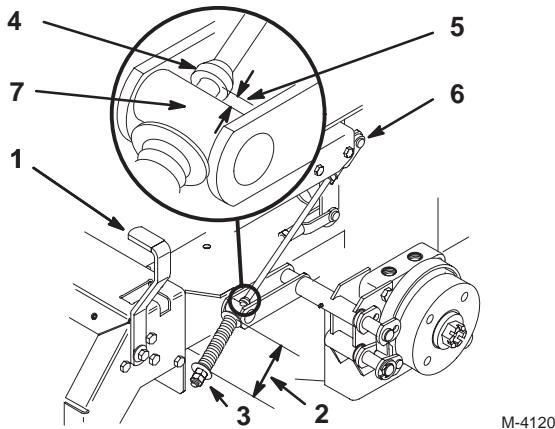

Bild 56
2. Messen Sie die Länge der Feder. Sie sollten zwischen den Scheiben 70 mm messen (Bild 56).
3. Falls Sie eine Einstellung vornehmen müssen, lockern Sie die Klemmmutter unterhalb der Feder und ziehen Sie die Mutter direkt unter dem Joch an (Bild 56). Drehen Sie die Mutter, bis Sie den korrekten Messwert erhalten. Ziehen Sie die beiden Muttern zusammen an und wiederholen Sie das Verfahren auf der gegenüberliegenden Maschinenseite.
6. Messen Sie die Entfernung zwischen der Drehzapfenrolle und dem Kranz an der Bremsstange. Die Distanz sollte 5–7 mm betragen (Bild 56). Sollte eine Einstellung erforderlich sein, lösen Sie die Klemmmutter direkt unter dem Joch. Drehen Sie die unteren Einstellmuttern, bis Sie den korrekten Messwert erhalten (Bild 56). Ziehen Sie die Klemmmutter am Joch an.